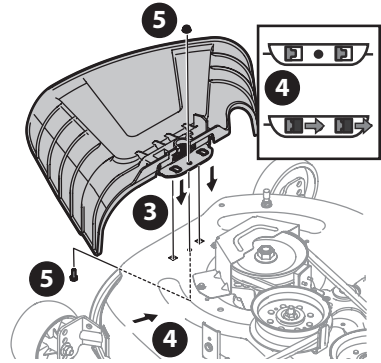

Figure 18
3. Placez le déflecteur d'éjection sur le plateau de coupe en insérant les pattes du déflecteur d'éjection dans les trous du plateau de coupe (Figure 18).
4. Glissez le déflecteur d'éjection vers l'arrière de l'appareil jusqu'à ce que le trou du boulon sur le déflecteur d'éjection s'aligne avec le trou du plateau de coupe (Figure 18).